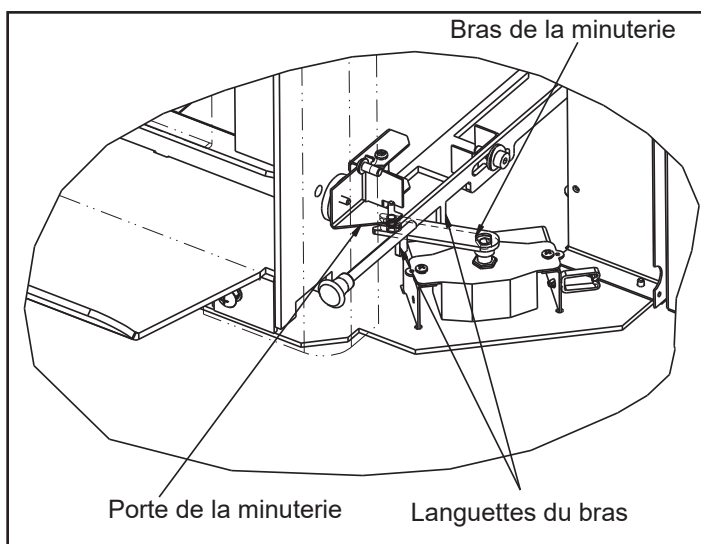

Figure 21.2
2. Réinstallez la minuterie. Le bras de la minuterie doit se situer entre la première et la seconde languette du bras de contrôle. **Figure 21.2.**